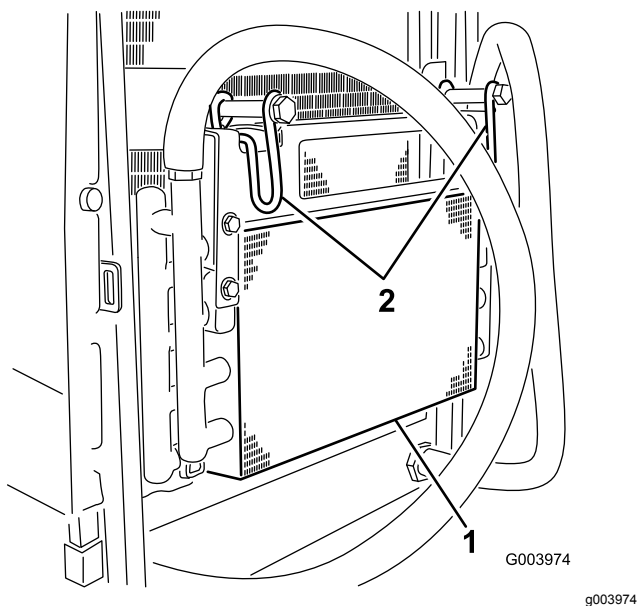

Figura 63
- Articule os trincos para dentro para libertar o arrefecedor do óleo (Figura 63).